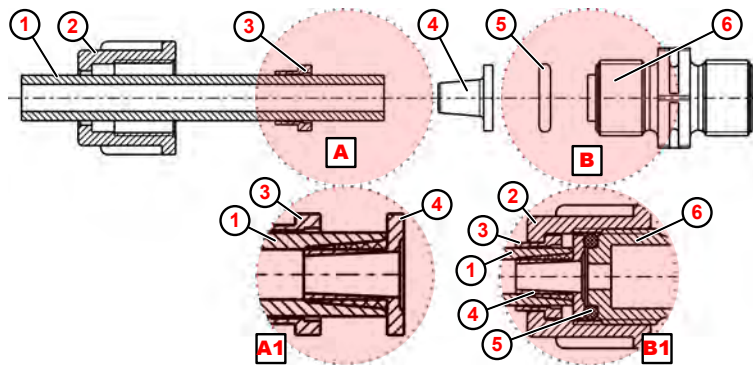

Abb. 5: Rohr- Schlauchanschluss mit Kegelteil
1. ➤ Schlauch ( Abb. 5 , ① ) gerade abschneiden.
2. ➤ Überwurfmutter ② über Schlauch ① schieben.
3. ➤ Spannteil ③ über Schlauch ① schieben.
4. ➤ Schlauch ① bis zum Anschlagbund auf Kegelteil ④ schieben (Detail Ⓐ1).
5. ➤ Spannteil ③ Richtung Kegelteil ④ schieben bis Widerstand spürbar ist.
6. ➤ O-Ring ⑤ in Nut von Saug- bzw. Druckventil ⑥ legen.
7. ➤ Überwurfmutter ② festziehen (Detail Ⓑ1).